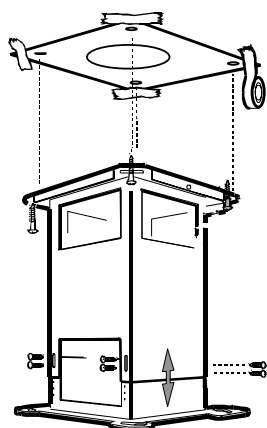

Figure 3
3. Retirer et conserver le gabarit de perçage. Percer et retirer le placoplâtre. Insérer entre les joints un élément en bois ayant une longueur appropriée (2" x 4") pour l'ancrage de la cheminée, comme illustré dans les Figures C et D. Utiliser le gabarit de perçage pour définir les dimensions et l'espace libre requis. S'assurer que l'élément en bois soit monté solidement et parfaitement à plat. En cas de difficultés ou d'exigences particulières, interpellier un technicien spécialisé. Utiliser en tant que référence le gabarit de perçage et les détails reportés dans les Figures 3, 4 et 5.
13. Pour installer la structure de support au plafond, utiliser une clé 10 mm. ou une clé réglable, ou bien un tournevis à tête plate. Percer plusieurs trous de guidage au plafond. Accrocher la structure de support aux soliveaux en utilisant les 4 vis d'ancrage fournies avec l'appareil. Maintenir le tube pour câbles électriques de 1/2" à l'intérieur de la structure (Figure 3).